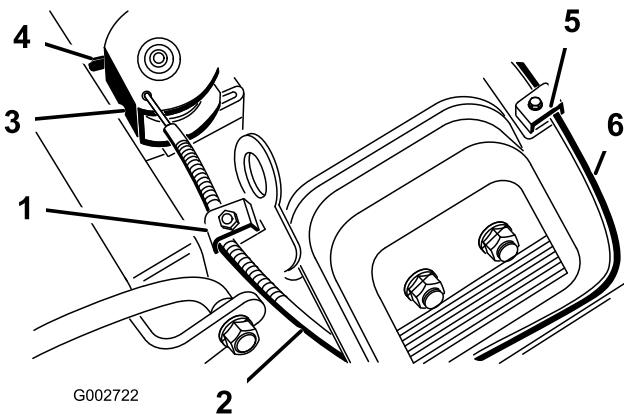

Figura 39
2. Afloje el tornillo de la abrazadera que fija el cable del acelerador al motor (Figura 39).
- Tire firmemente del cable del acelerador hasta que la parte trasera del pivote entre en contacto con el tope (Figura 39).
- Afloje el tornillo de la abrazadera que fija el cable del estárter al motor (Figura 39).
- Tire firmemente del cable del estárter (Figura 39) hasta que la palomilla esté cerrada del todo, luego apriete el tornillo de la abrazadera.